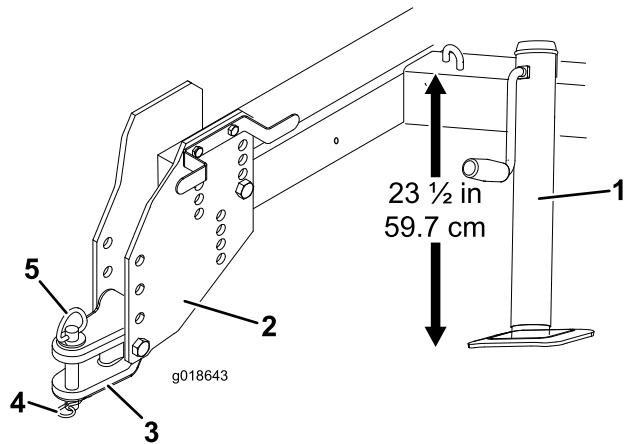

Figura 3
- Regolate il martinetto in modo che la distanza tra la parte superiore del telaio e il suolo sia di 59,7 cm (Figura 3).
- Togliete i bulloni e i dadi di serraggio che fissano il timone di traino alle piastre di attacco (Figura 3).
6. Fissate il timone di traino all'attacco della motrice con l'apposito perno e la coppiglia ad anello (Figura 3).